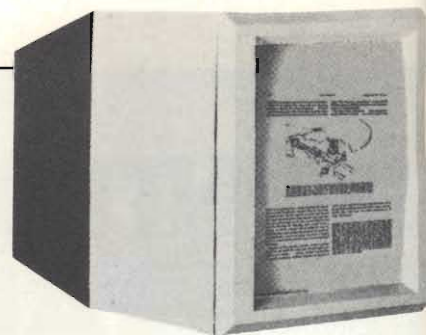

Fig. 1 - Monitor ad elevata definizione equipaggiato con il cinescopio M38-200 per il sistema Megadoc.
**Fig. 1 - Computer portatile HP-75.** I 16 kbyte di memoria utente in tecnologia CMOS (espandibili a 24 kbyte) permettono di trattare equazioni complesse, acquisire e manipolare dati, scrivere programmi in BASIC, memorizzare e ritrovare rapidamente informazioni attraverso una struttura di file multipli, memorizzare oltre 3000 appuntamenti con relativi messaggi ed allarmi acustici. I circuiti CMOS danno all'HP-75C la Memoria Permanente, che tiene memorizzati dati e programmi anche quando il computer è spento. È alimentato a batterie. Pesa 740 g.